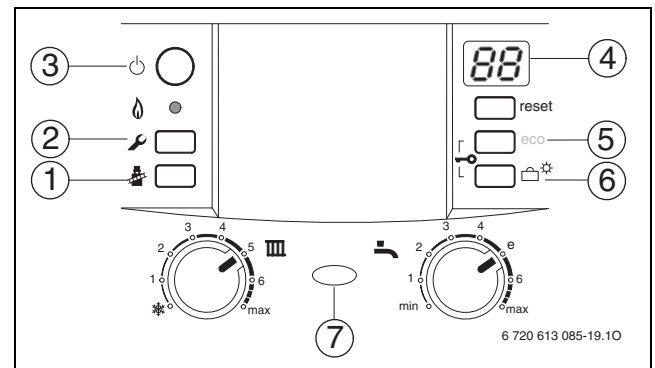

Fig. 44 Panoramica degli elementi operativi
- ▶ Premere più volte il tasto «eco» o il tasto funzione ferie (→ fig. 44) finché non viene visualizzata la funzione di servizio desiderata.
- ▶ Premere contemporaneamente i tasti «eco» e  (→ fig. 44) per 3 sec. (durante quest'operazione il display visualizza ) finché il display non mostra nuovamente cifra, lettera, ad es. 8.A.
- ▶ Premere più volte il tasto «eco» o il tasto funzione ferie  (→ fig. 44) finché non viene visualizzata la funzione di servizio desiderata.
- ▶ Premere più volte il tasto «eco» o il tasto funzione ferie  (→ fig. 44) finché non viene visualizzato il valore desiderato della funzione di servizio.
- ▶ Tenere premuti contemporaneamente i tasti «eco» e  (→ fig. 44, pagina 27) per 3 sec. (il display visualizza ) finché il display non visualizza una funzione di servizio del primo livello ad es. 1.A.